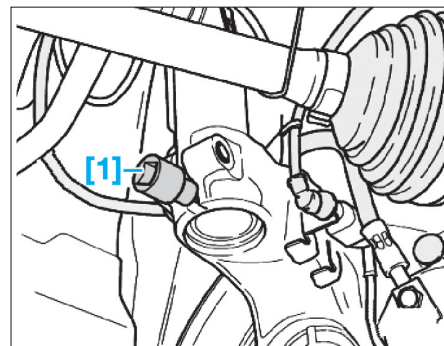

Fig. 4
- [1]. Douille d'écartement (réf : 3424) (Fig.4).
- Introduire l'outil [1] dans la fente du pivot (Fig.4).